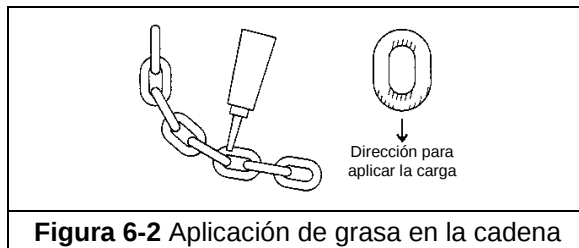

Figura 6-2 Aplicación de grasa en la cadena
- Aplique únicamente el lubricante apto para uso en la industria alimentaria de KITO, Inc. (N.º de parte 2AFG003S1951) en las superficies de carga de la cadena, como lo indican las áreas sombreadas de la Figura 6-2. También aplique lubricante en las partes de la cadena de carga (áreas sombreadas de la Figura 6-2) que entren en contacto con la polea de carga. Asegúrese de aplicar lubricante en las áreas que hacen contacto con las bolsas de la polea de carga.